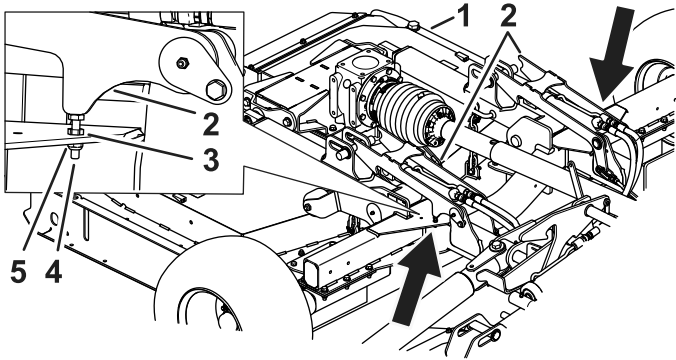

Bild 85
1. Lösen Sie dann die Klemmmutter (**Bild 85**).
2. Stellen Sie die Schraube nach oben oder unten ein, um die Position der Mähwerkverriegelung zum Einrasten der Mähwerkstifte zu korrigieren (**Bild 85**).
3. Nach dem Einstellen der Schraube die Kontermutter und die Mutter anziehen (**Bild 85**).